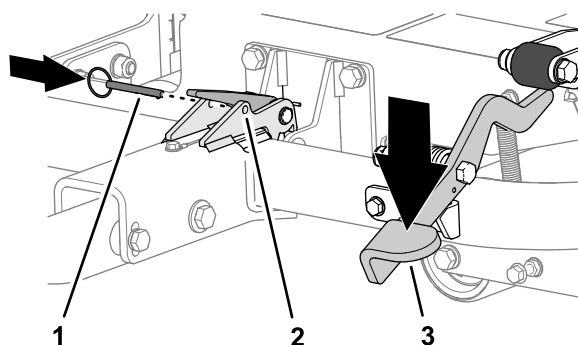

Figura 20
3. Apăsai pedala dispozitivului de remorcă până când acesta se blochează în poziție (Figura 20).
4. Introduci tiftul de blocare prin orificiile din elementul de fixare (Figura 20).